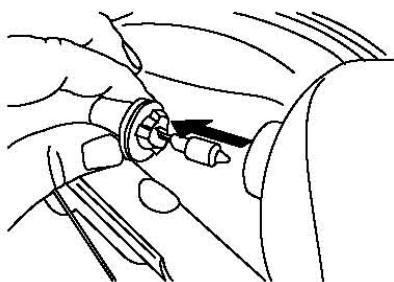

Рисунок 52.
3. Вытащите лампу из задней части фары. (Рис. 52)